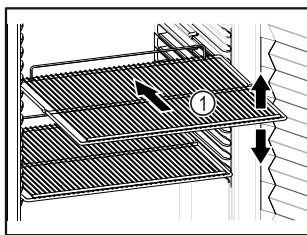

Fig. 18 Példaként szolgáló ábrázolás
- ☐ Ha a tároló rácsok Fig. 18 (1) áthelyezhetők, akkor igazítsa be őket a kívánt magasságnak megfelelően.